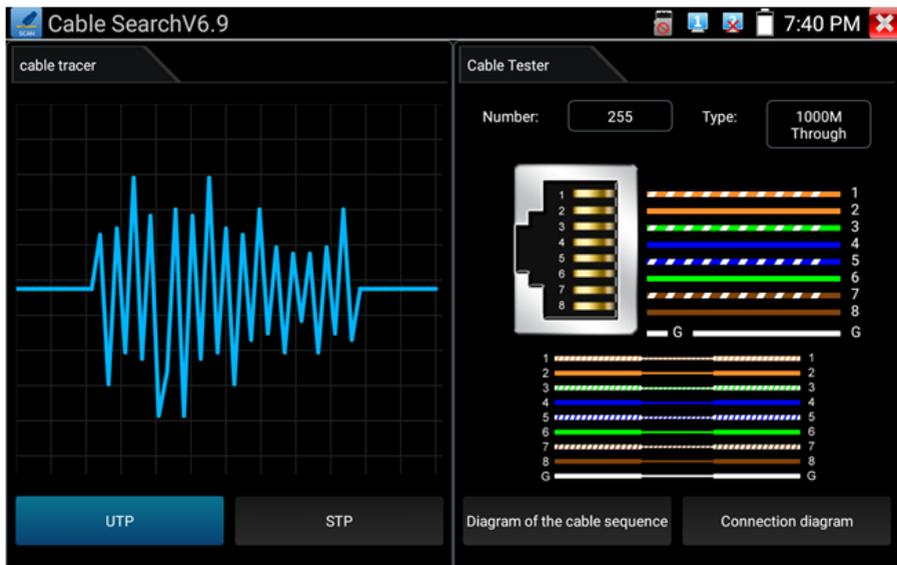

Рис. 121 Интерфейс приложения «Cable Search» (Обнаружение кабеля)
2.  Найдите на рабочем столе ярлык приложения «Cable Search» и запустите его, рис. 121